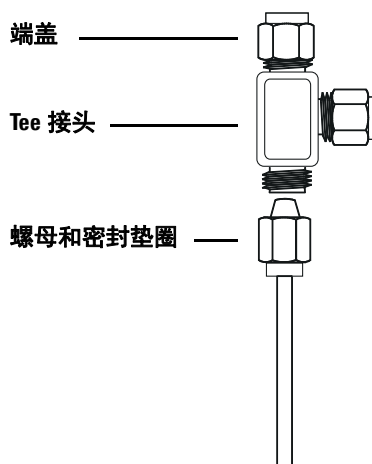

图 17 Swagelok Tee
- 1 在要安装 Tee 的位置切割管线。使用 Swagelok（接头套管）接头连接管线和 Tee。请参见图 17。